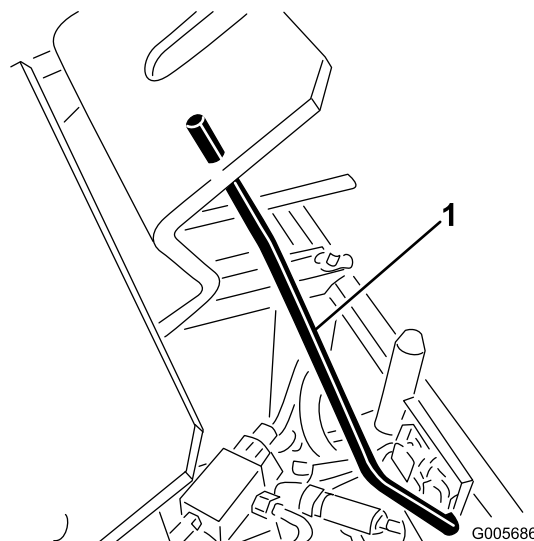

Figura 10
- 4. Levante o banco com a barra de apoio do banco (Figura 10).
- Levante o banco com a barra de apoio do banco (Figura 10).